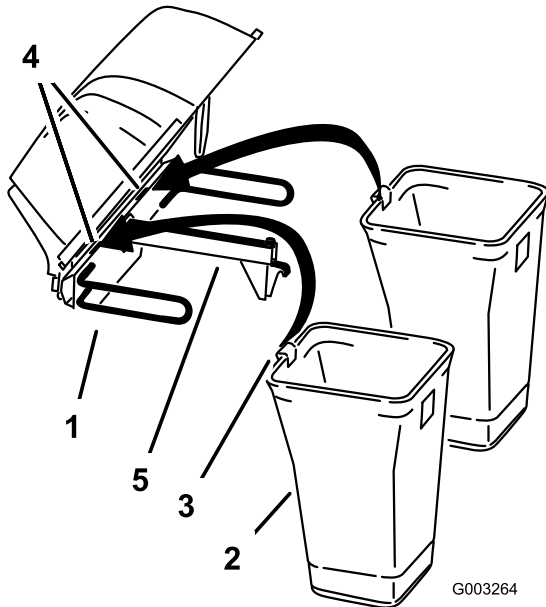
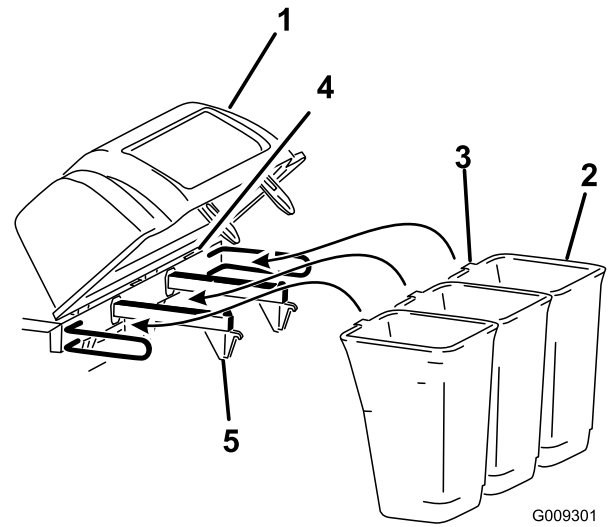

Figure 7
Figure 8
6. Insérez la languette du bac dans le cran du capot (Figure 7 ou Figure 8).